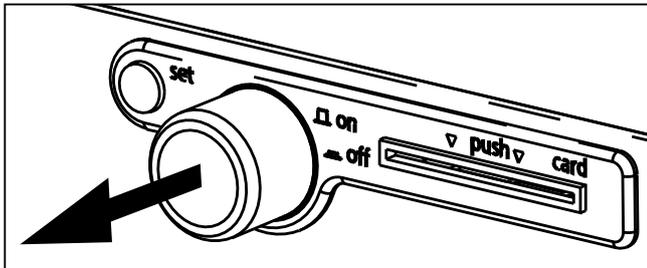

Abb. 14 Gerät einschalten
- ▶ Einschalten: Hauptschalter drücken, so dass er aus dem Gerät kommt (Abb. 14).